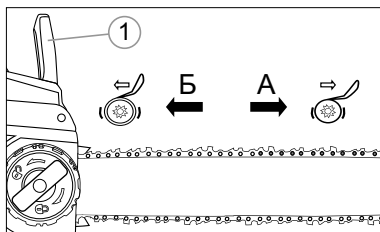

Рис. 11
Тормоз цепи 1 (рис. 11) имеет два положения:
1. Тормоз включен (цепь не двигается), когда рычаг тормоза направлен вперед А (рис. 11). В этом случае цепь не должна двигаться.
2. Тормоз выключен (цепь может двигаться), когда рычаг тормоза оттянут назад и заблокирован Б (рис. 11). В этом случае цепь должна свободно двигаться по шине.